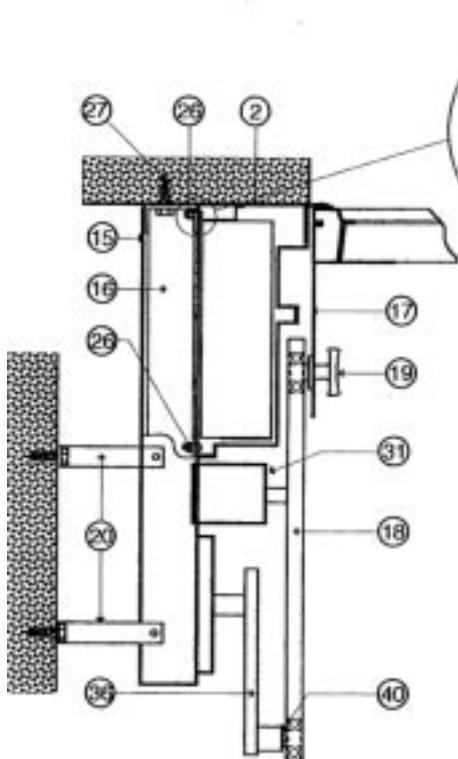

Figure 16
- 4) Dévisser le capot (15) du châssis (16) - Dans le cas d'une pose en tunnel , ce capot est à supprimer .Figure 16
- 5) Démontez les deux boulons de fixation de la plaque de poulies (42) .
- 6) Boutonner le châssis (16) sur le côté du montant d'huissérie (2) à l'aide des 2 boutons de 8 x 20 (42) et de 5 boulons de 8 x12 (44), respecter le sens des boulons pour éviter que le contrepoids n'accroche (26) Figure 16 et 17.
Point (40) sur figure 16.